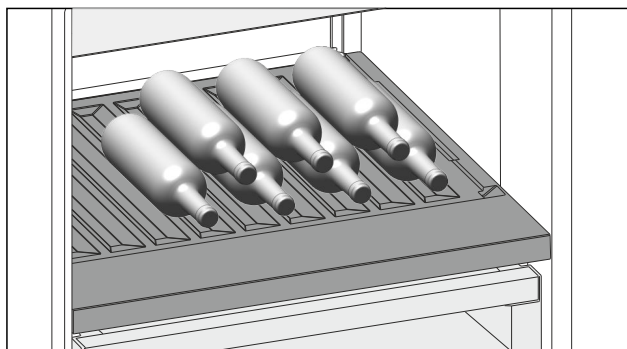

Fig. 145
- Помістіть пляшки дном у напрямку до задньої стінки. (див. Fig. 145)